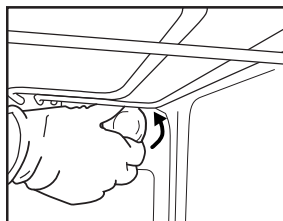

Fig. 7
2. Svitare il coprilampada (Fig. 7), sostituire la lampada (vedere la nota per il tipo di lampada) e avvitare di nuovo il coprilampada.